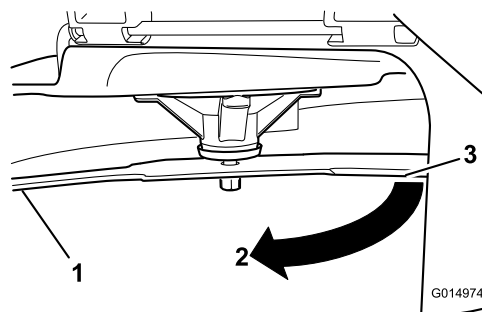

Figura 94
3. Distancia medida entre la cuchilla y la superficie (A)
4. Gire la misma cuchilla 180 grados de manera que el otro extremo esté en la misma posición (**Figura 94**).